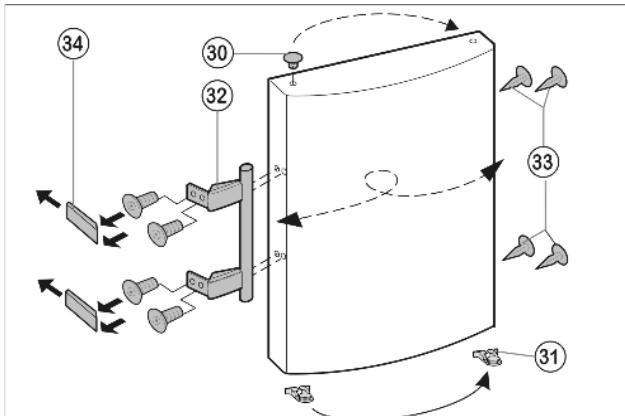

Fig. 7
- Извлеките пробку Fig. 7 (30) из верхней опорной втулки дверцы и переставьте.
- Извлеките пробку Fig. 7 (30) из нижней опорной втулки дверцы и переставьте.
- ▶ Выведите из фиксатора верхней дверцы пружинный зажим Fig. 7 (31) и переставьте его на новую сторону шарнира.
- ▶ Снимите и переставьте на противоположную сторону дверную ручку Fig. 7 (32), пробку Fig. 7 (33) и прижимные пластины Fig. 7 (34).